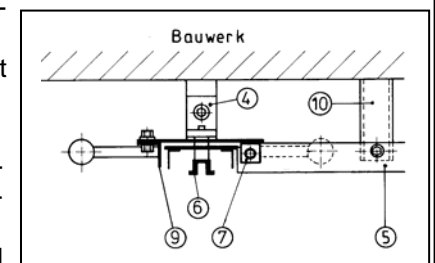

Abb. 1c
- Die Montage der waagerechten Fallschutzschiene (5) sowie die der Schienenhalter (10) ist nach separater Montageanleitung durchzuführen (Abb. 1c).